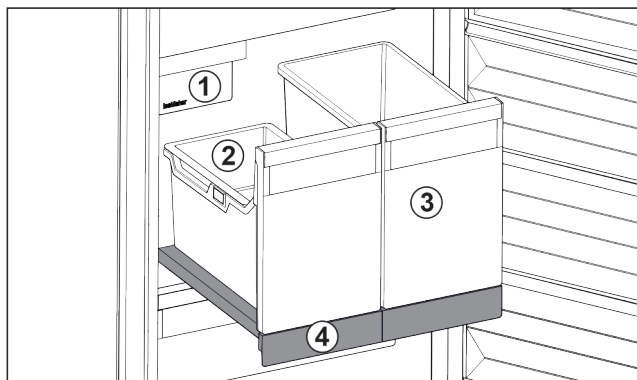

Fig. 24 Vysouvací přihrádka s IceTower
Na vysouvací přihrádce jsou dvě vysoké nádoby (IceTower). V nádobě Fig. 24 (2) se shromažďují a skladují kostky ledu z IceMaker. Nádoba Fig. 24 (3) se hodí pro skladování vysokých potravin jako pizzy nebo alkoholické nápoje.